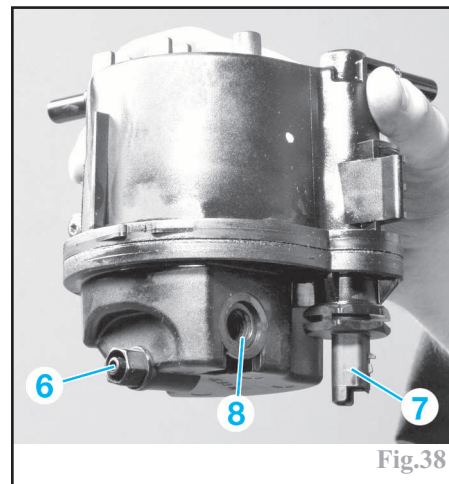

Fig.38
Ouvrir la vis de purge (6) (Fig.38).
Déconnecter le réchauffeur de combustible (7) et le capteur de présence d'eau (8) si équipé (Fig.38).